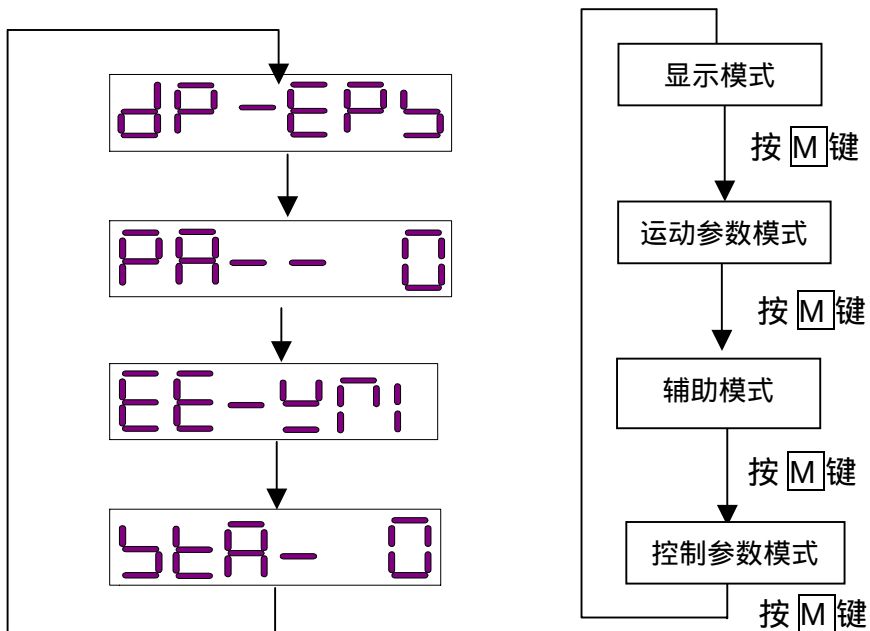

图 3.1 HSV-20 驱动器主菜单
- 操作按多层操作菜单执行，第一层为主菜单，包括四种操作模式，第二层为各操作模式下的功能菜单。图 3.1 表示主菜单操作框图：